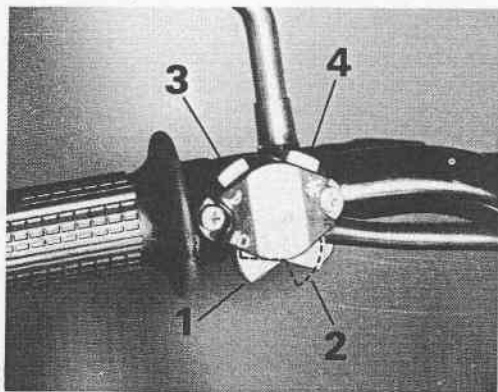

Fig. 5
(Voir Fig. 5)
- Presser le bouton d'arrêt du moteur qui se trouve sur le commutateur des phares (Fig. 5).